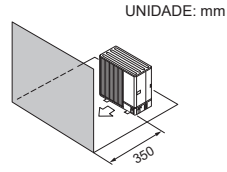

Fig. 2-9
- (4) Obstrução ou superfície fechada apenas na parte da frente (Fig. 2-9)